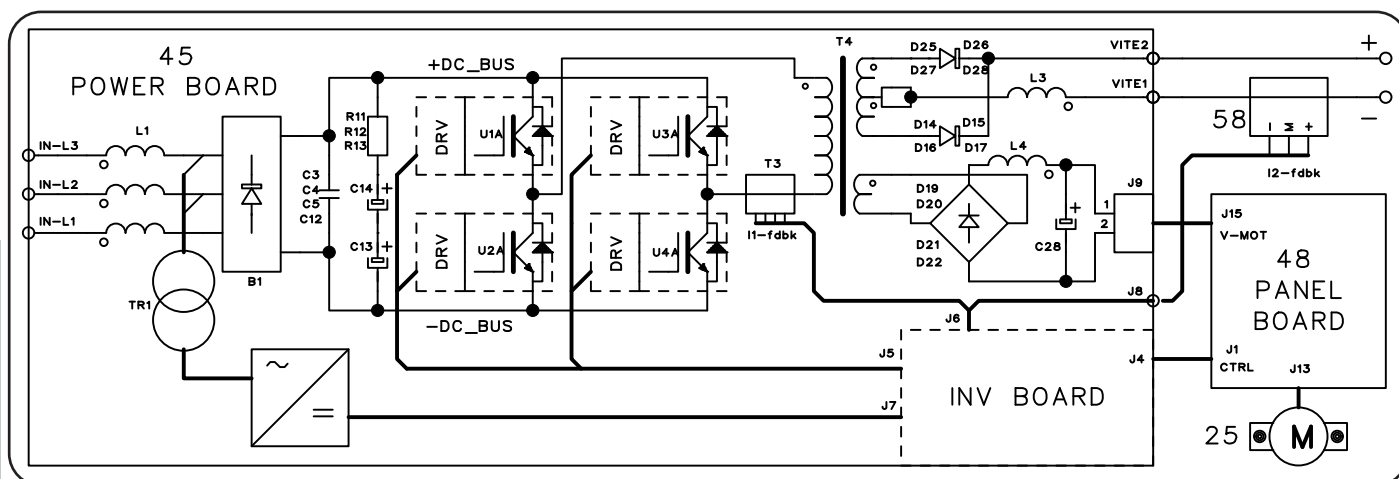

Fig. 2.3.1 (art. 323)
Più precisamente nella scheda potenza (45) si possono identificare (Fig. 2.3.1, 2.3.2):
- l'inverter ad igt, che genera la tensione alternata ad onda quadra per il trasformatore di potenza T4, montato anch'esso sulla scheda potenza (45);
- art. 323, vedi Fig. 2.3.1 e Mappa connettori, par. 5.6: